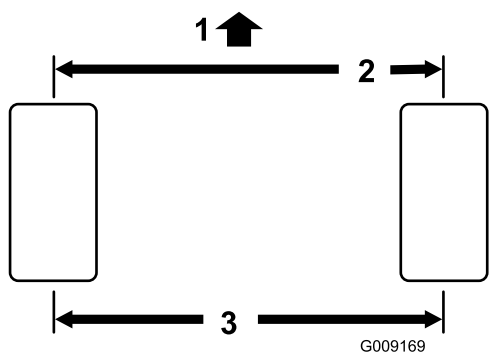

Figura 47
- Mida la distancia entre centros (a la altura del eje) en la parte delantera y trasera de los neumáticos de dirección. La distancia delantera debe ser de 3 mm menos que la trasera (**Figura 47**).